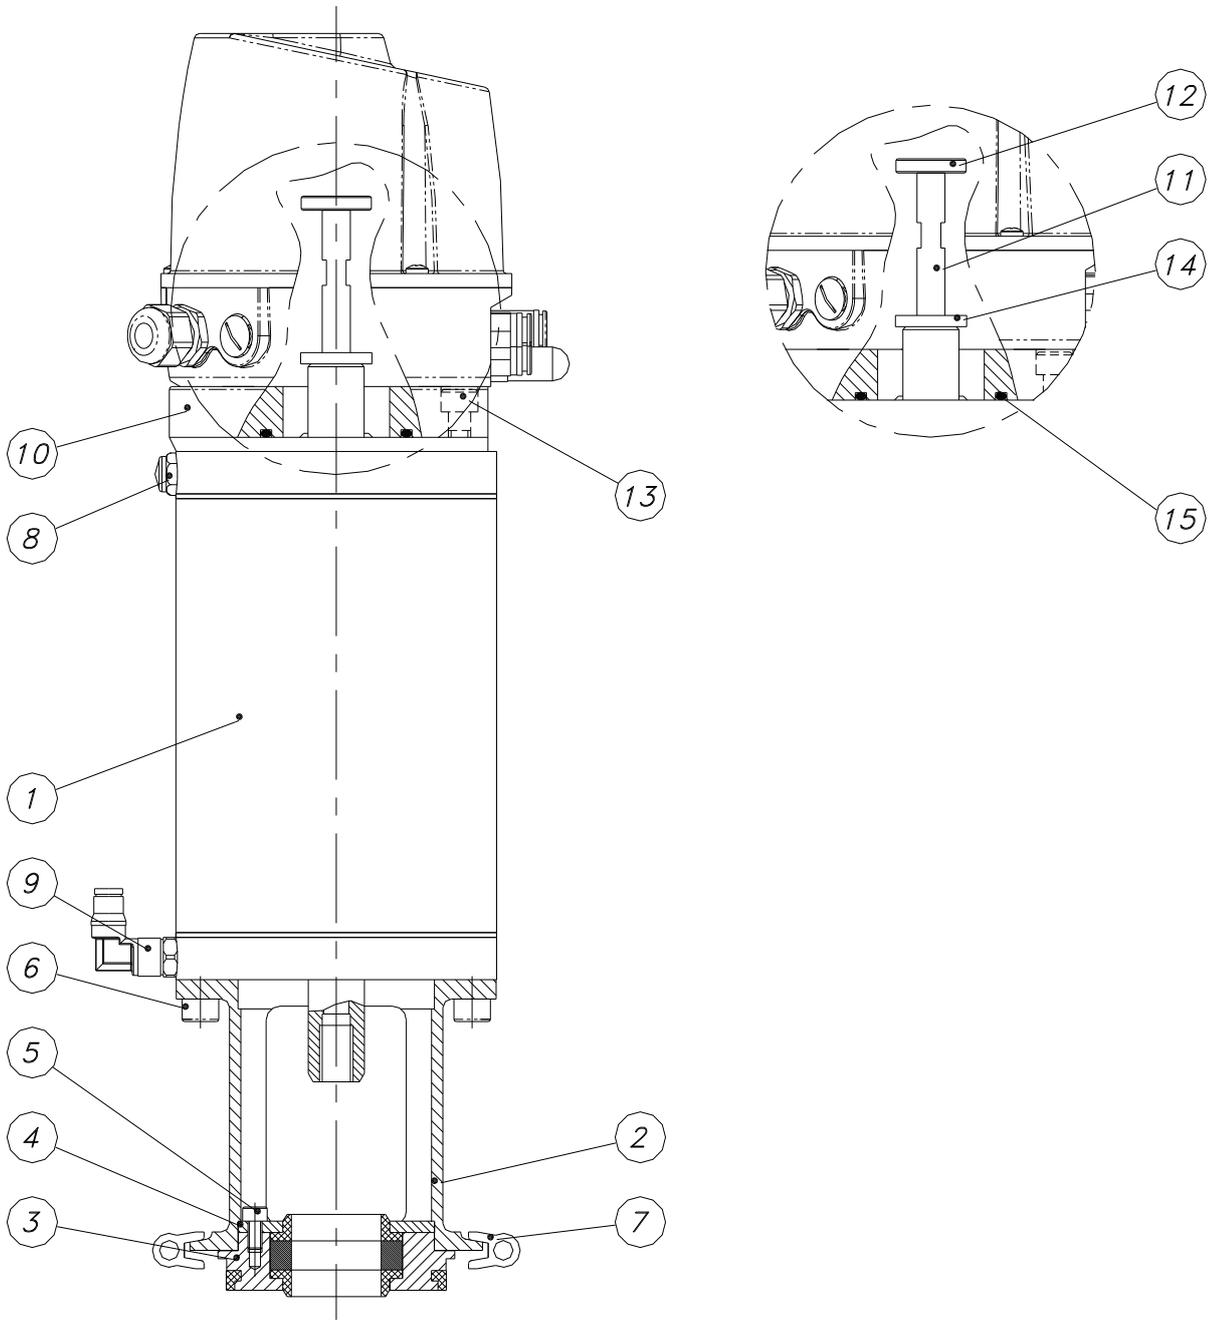

Fig. MBCSP4
9.0 COMPONENTES DEL ACTUADOR (fig. MBCSP4)